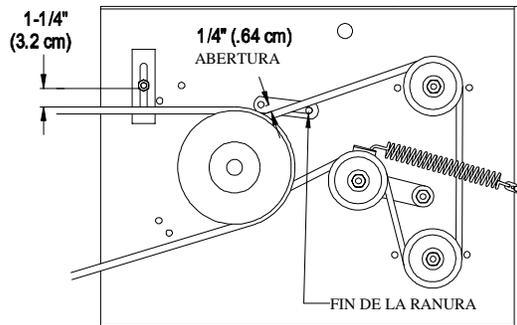
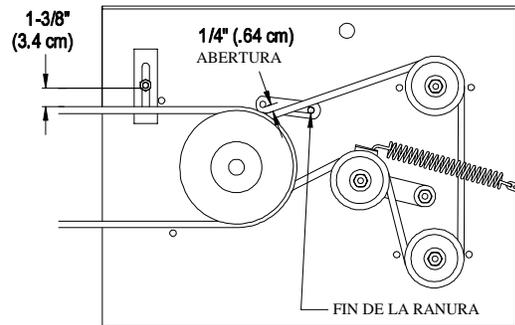

FIGURA 9
FIGURA 10
4. Afloje la tuerca que esta contra la horquilla del acople del control de neutral, como se muestra en la figura 9.
2. Afloje la tuerca del frente del acople del control hidráulico del lado izquierdo, como se muestra en la figura 9. Gire la tuerca de atrás del acople del control en contra de las manecillas del reloj hasta que la rueda gire hacia delante. Gire la tuerca de atrás en el acople del control del lado izquierdo, en sentido de las manecillas del reloj 1/4 de vuelta a la vez, pare y mueva la palanca de control de velocidad hacia delante y luego de nuevo a neutral, repita este ajuste hasta que la rueda izquierda **deje** de girar hacia delante. Gire la tuerca 1/2 vuelta mas y apriete la tuerca del frente, asegurándose de no amarrar el acople. Asegúrese que la parte plana del acople este perpendicular al pasador parte del acople giratorio. Vea figura 10